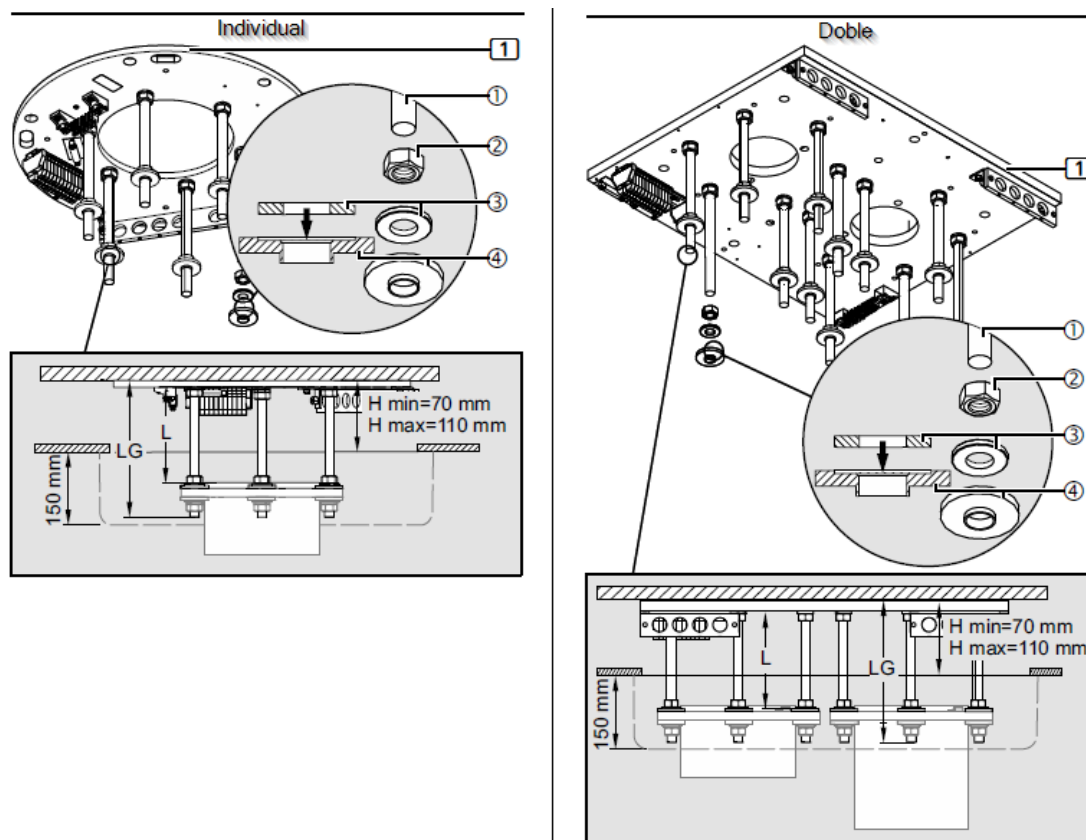

Fig. 18 Montage de l'isolation supérieure sur les boulons filetés sans faux plafond
- Réglez la distance entre les écrous hexagonaux M16 ② et la plaque d'interface de 1 à $L = LG - 95$ mm (min. 110 mm / 150 mm).
- Visser les écrous hexagonaux M16 ② sur les boulons filetés M16 ① à la distance calculée L.
- À l'aide d'un niveau à bulle numérique, alignez les écrous hexagonaux M16 de ② à l'horizontale.
- Montez 1 rondelle plate d'un diamètre extérieur de 34 mm ③.
- Placez 1 disque isolant en plastique ④ (comme indiqué dans la figure 18) de manière à ce que la rondelle plate d'un diamètre extérieur de 34 mm ③ repose sur le disque isolant en plastique ④.
- Fixez le disque isolant en plastique ④ aux boulons filetés M16 ① avec de l'adhésif ou du ruban élastique.